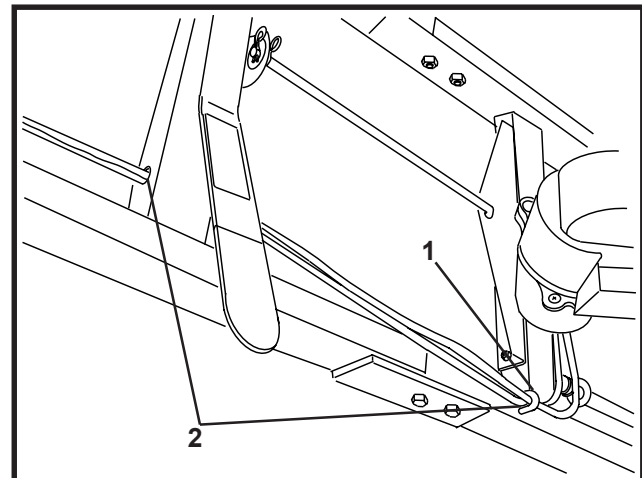

FIGURA 6
10. Inserire il fascio cavi dal motore attraverso la guida e la traversa dell'impugnatura. Figura 6.
11. Inserire il cavo dell'acceleratore attraverso la guida sul gruppo impugnatura inferiore. Figura 6.